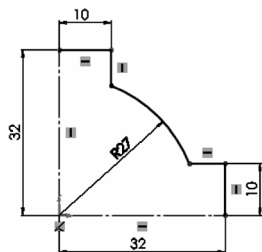

图 2-103 标注尺寸 1
3) 标注尺寸。单击“草图”控制面板中的  (智能尺寸) 按钮, 标注尺寸 1 如图 2-103 所示。